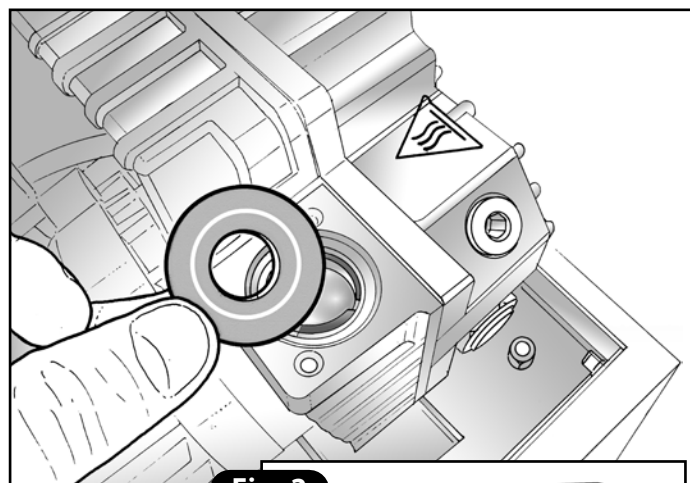

Fig. 2
- Desatornillar los tornillos que bloquean la barra de soldadura en el soporte (**Fig. 2**).
- 4) Quitar en secuencia el obturador de goma y cuello de acero. Controlar el estado de toda la sección de aspiración accesible y, si es necesario realizar la limpieza con un paño embebido en alcohol (**Fig. 2**).